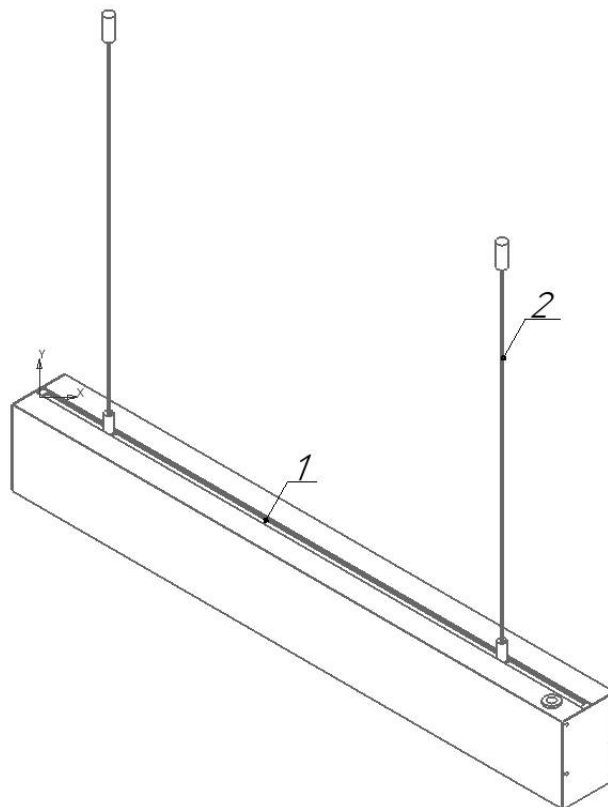

Рисунок 5 - Схема подвеса светильника
5.3.4. Установите крышку на светильник, закрутив 4 самореза (см. рисунок 5).